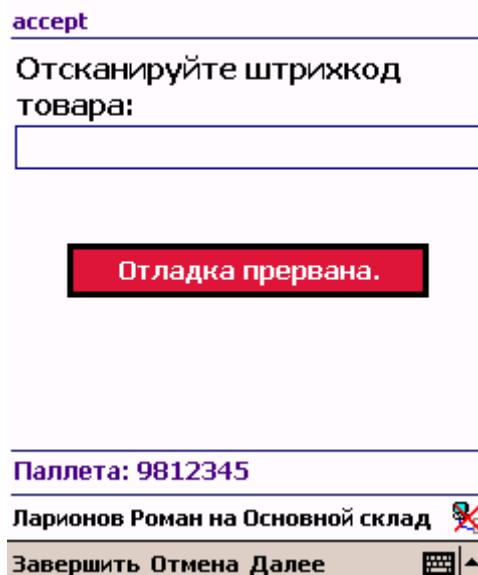

Рис. 7
-  **Стоп.** Прерывает процесс выполнения документа клиентом Mobile SMARTS (Рис. 7). Выполняется переход к окну выбора операций.